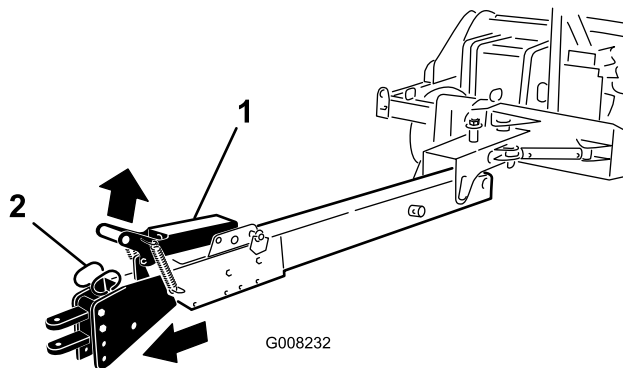

Figure 22
- Tirez la poignée de verrouillage (Figure 22).
- Avancez le véhicule lentement jusqu'à ce que l'ensemble d'attelage se verrouille en place (Figure 22).
7. Pour rétracter le dispositif d'attelage, soulevez-le par la poignée de verrouillage et faites reculer le véhicule lentement jusqu'à ce que l'ensemble d'attelage s'enclenche en position (Figure 22).